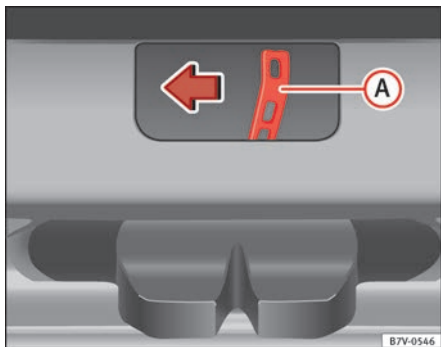

Abb. 192 Vom Gepäckraum aus: Heckklappe notentriegeln.
- Entriegelungshebel ⇒ Abb. 192 (A) in Pfeilrichtung drücken, um die Heckklappe zu entriegeln.